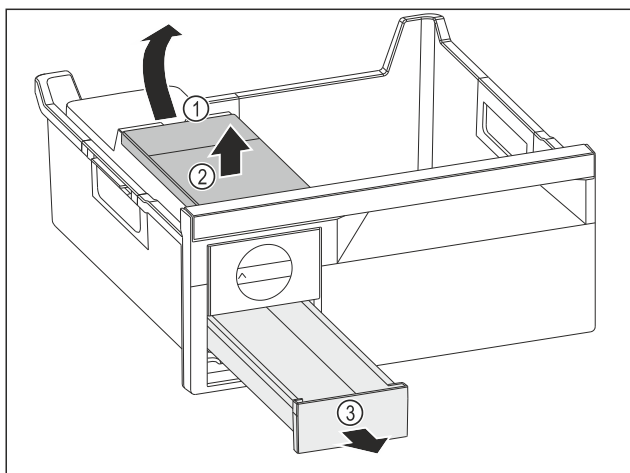

Fig. 81
- ▶ Estrarre il serbatoio dell'acqua: Sollevare il serbatoio dell'acqua nel vano Fig. 81 (1).
- ▶ Estrarre il serbatoio dell'acqua Fig. 81 (2) verso l'alto.
- ▶ Estrarre il cassetto del ghiaccio Fig. 81 (3) in avanti.